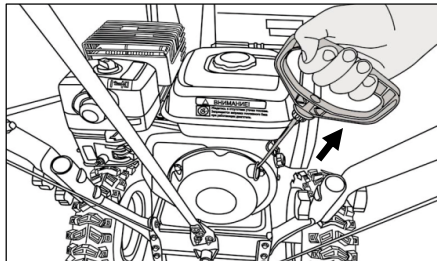

Рис. 30
9. При желании, можете воспользоваться ручным стартером, для этого потяните за шнур стартера пока не почувствуете сопротивление, затем резко дерните за шнур так, чтобы двигатель завелся. Не отпускайте шнур резко, придерживайте его руками (рис. 30).